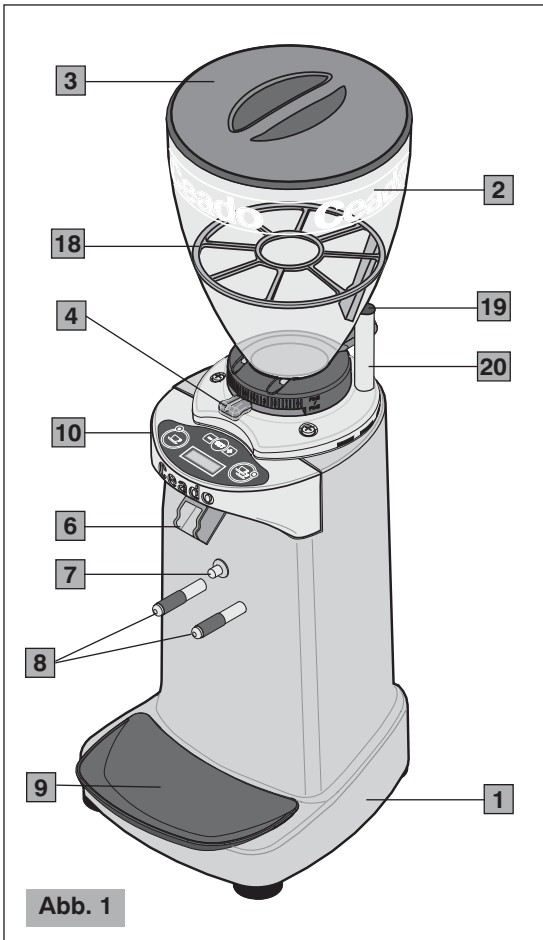
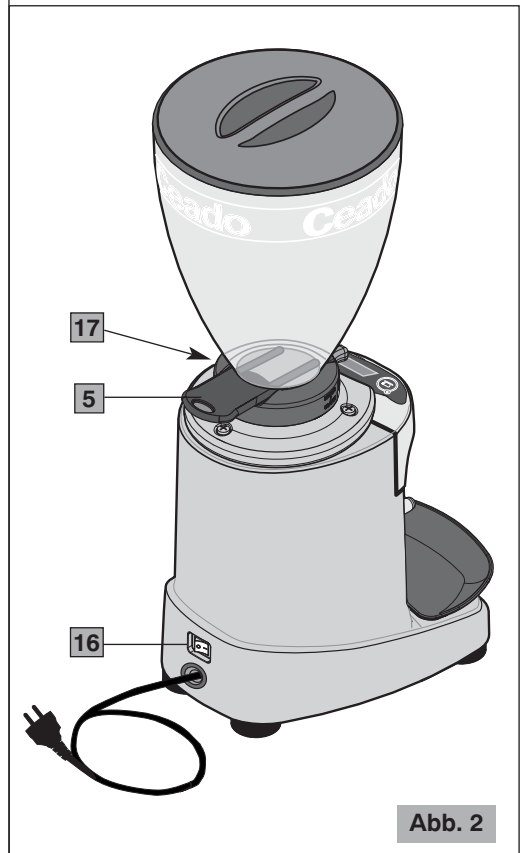

Abb. 1
Abb. 2
Le moulin à café pour espresso modèle E92 est muni d'une grille de sécurité amovible (18 Fig. 1) insérée à l'intérieur de la cloche.
Avant d'opérer avec le moulin à café, insérer la grille de sécurité à l'intérieur de la cloche du café dans la seule position qui permet de faire coïncider le senseur magnétique (19 Fig. 1) de la grille avec le bout de la tige de sécurité (20 Fig. 1).
Le moteur se bloque.	<ul style="list-style-type: none"> <li>• Si à cause d'un réglage erroné de la mouture ou de la présence d'un corps étranger dans les meules, le moteur se bloque, essayer à augmenter la granulométrie au maximum en manœuvrant dans le sens des aiguilles d'une montre le levier de réglage (4 Fig. 1). Si cela ne suffit pas, alors arrêter l'appareil, débrancher la fiche de courant et s'adresser à du personnel technique qualifié.</li> </ul>
### Hauptkomponenten (Abb. 1, Abb. 2, Abb. 3)
Bevor der Stecker in die Steckdose gesteckt wird muss man sich vergewissern, dass sich der ON-OFF-Schalter (16 Abb. 2) auf "O" (ausgeschaltet) befindet.
6. Sich vergewissern, dass der Kaffeebohnenbehälter korrekt aufsitzt und der Kaffeebohnenbehälterverschluss (5 Abb. 2) vollständig bis zum Anschlag offen ist.
- 2 Den ON-OFF-Schalter (16 Abb. 2) auf "I" einstellen.
- 4** Wenn sich das Gerät im Zustand "BEREIT" befindet, muss zum Mahlen mit dem Filterbehälter die Starttaste (7 Abb. 1) so lange in dieser Position gedrückt werden, bis der Auswurf beendet wird. Während des Betriebs blinkt die entsprechende LED und am Display wird die Meldung "MAHLVORGANG" angezeigt.
Eine weitere Korrektur des Mahlgrads kann vorgenommen werden, indem der Hebel (4 Abb. 1) am Kaffeebohnenbehälterboden (siehe Abb. 4) betätigt wird.
**!** Betätigen Sie den Hebel immer mit laufendem Motor und ohne Kaffee in den Mahlscheiben). Zu diesem Zweck kann der Verschluss (5 Abb. 2) am Kaffeebohnenbehälterboden betätigt werden, um das Hinunterfallen der Kaffeebohnen in das Mahlwerk zu unterbrechen oder wieder aufzunehmen.